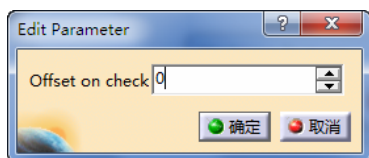

图 5-43 定义检查余量 (3)
- 定义检查余量 (3)。双击 “Offset on part”, 弹出 “Edit Parameter” 对话框, 可设置余量大小为 “0” mm, 如图 5-43 所示。